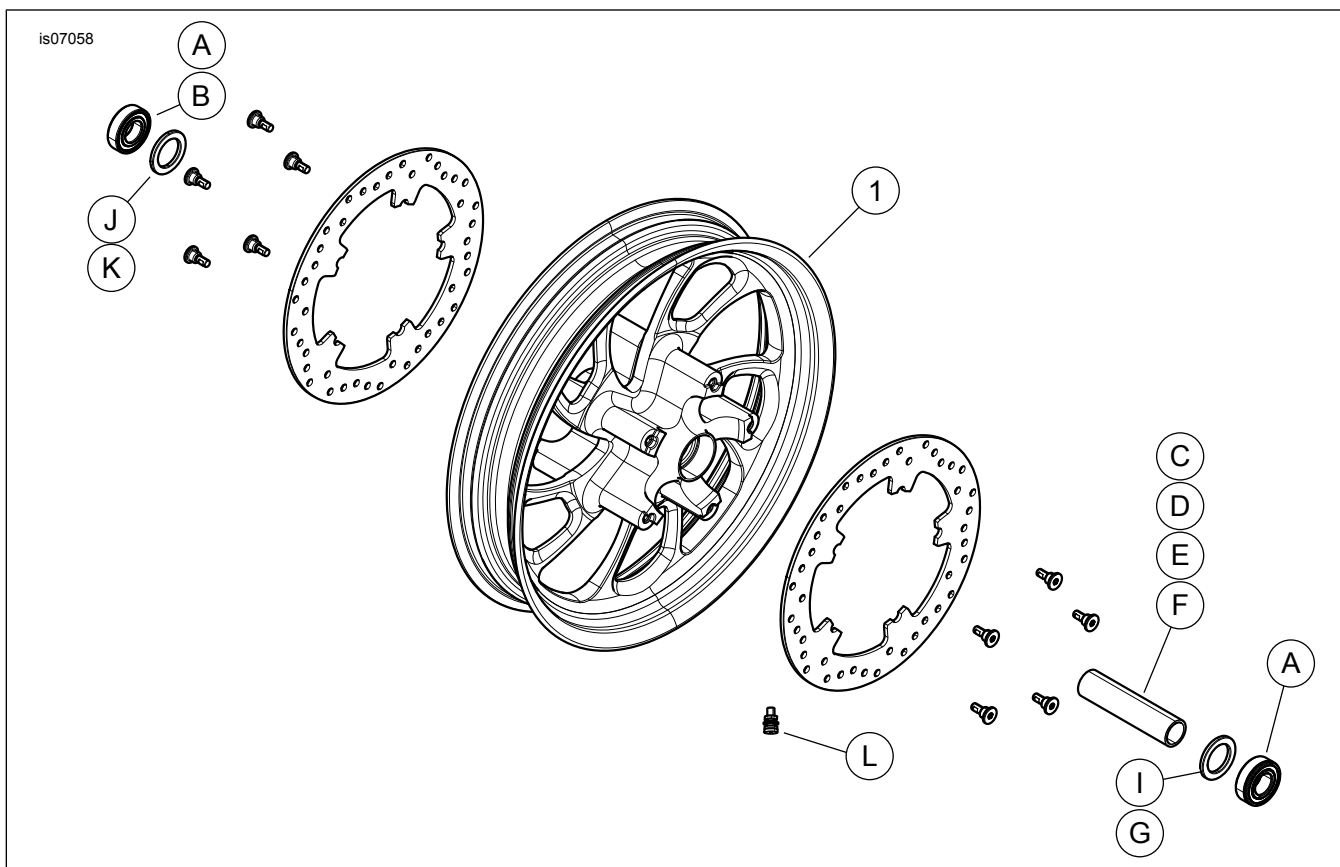

Figure 1. Pièces détachées : Kits de roue avant Blade
2. Voir Figure 1. Installer l'ensemble de tige de valve (L) sur la roue. Voir PNEUS dans le manuel d'entretien.